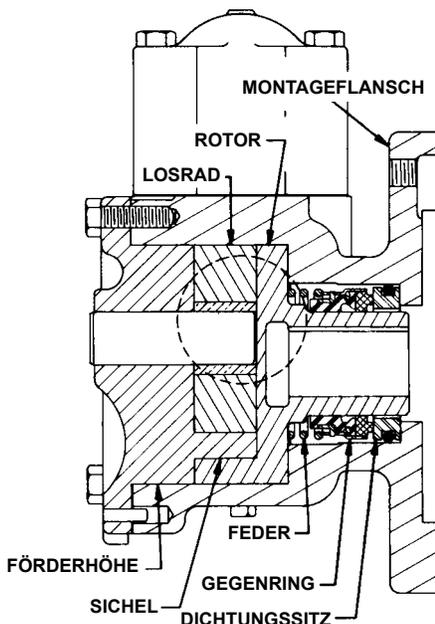

ABBILDUNG 10
Wiederzusammenbau von Pumpenmodellen H475, HJ475 oder HL475 mit Gleitringdichtung: siehe Abbildung 10)
- DER KOPF KANN NUN AN DER PUMPE MONTIERT WERDEN.** Den Kopf etwas von der Pumpe weg neigen, bis die Sichel in den Innendurchmesser des Rotors eingreift, und das Losrad rotieren, bis die Zähne mit den Rotorzähnen in Eingriff stehen. Die Kopfdichtungen nicht beschädigen. Die korrekte Position des Losrads und der Sichel notieren. **Siehe Abbildung 10 und Zerlegung, Schritt 2.**